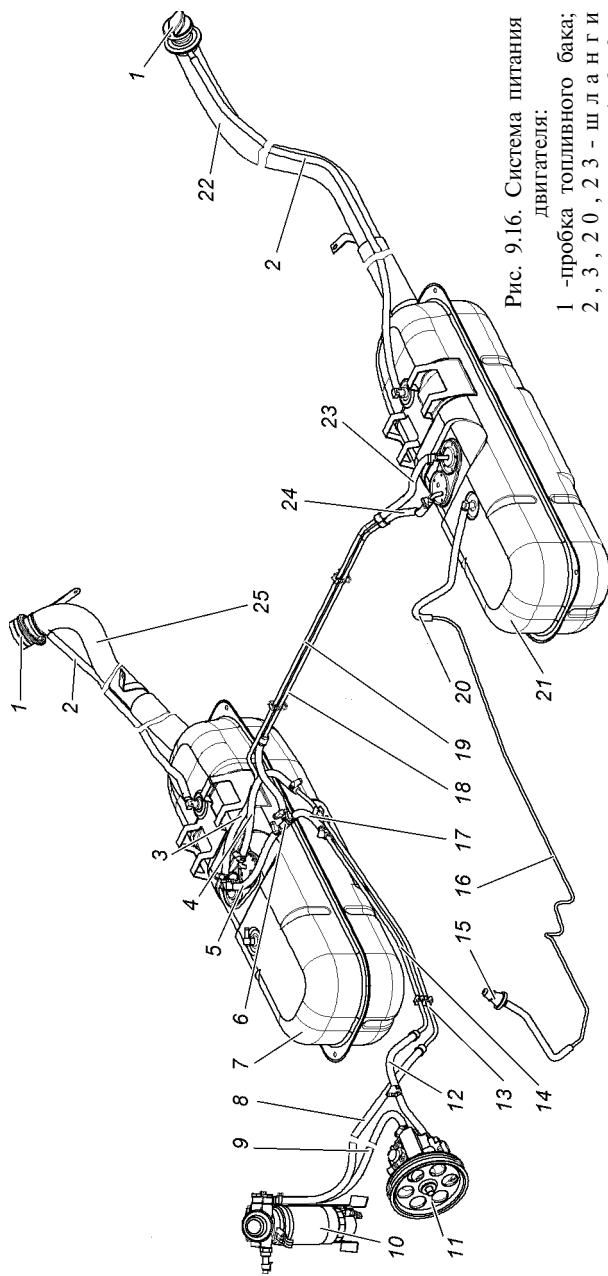

Рис. 9.16. Система питания двигателя:
### **Система питания (рис. 9.16)**
1. Убедиться в том, что пробки заливных горловин топливных баков 1 (рис. 9.16) затянуты надежно. Пробки горловин наливных труб топливных баков глухие и обеспечивают герметичное уплотнение;
**Струйный насос 6** (рис. 9.16). Периодически проверяйте герметичность насоса и его соединений. При отсутствии перекачки топлива из левого бака в правый, разберите насос (выверните форсунку), промойте его и продуйте воздухом.
**Топливный насос высокого давления (ТНВД) 11** (рис. 9.16).